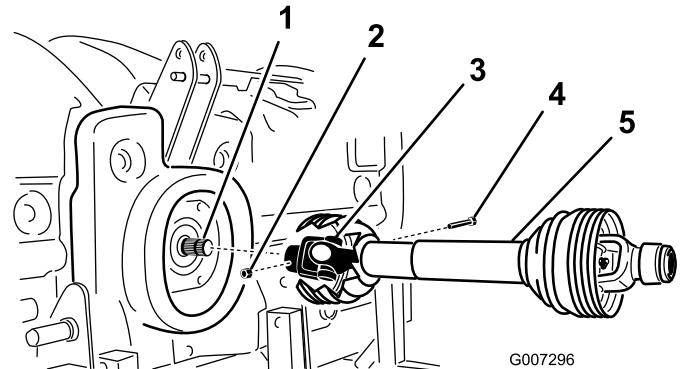

Bild 11
2. Bauen Sie die Zapfwelle mit einer Schraube ($\frac{1}{2}$ " x 3") und einer Mutter ($\frac{1}{2}$ ") an die Getriebeantreibswelle der Maschine (Bild 11).